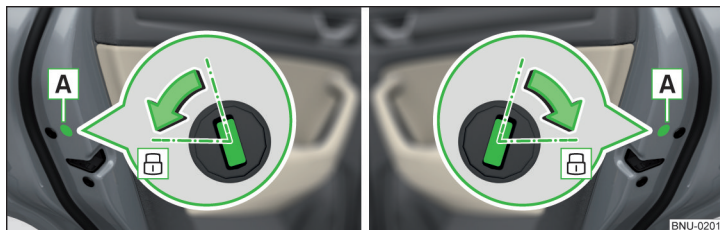

Fig. 358 Puerta izquierda / puerta derecha
- En vehículos con la visera **A**, eliminar esta visera » fig. 358.